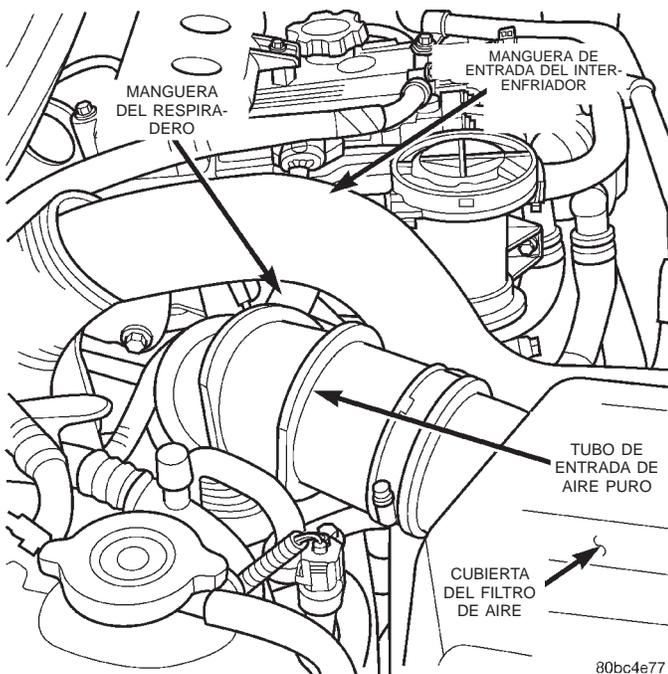

Fig. 18 Mangueras de admisión de aire
(1) Retire del turboalimentador la manguera de entrada del interenfriador (Fig. 18).
(2) Desconecte la manguera de respiradero del tubo de entrada de aire puro (Fig. 18).
(3) Abra el collarín de la cubierta del filtro de aire y retire el tubo de entrada del aire puro del turboalimentador (Fig. 18). Retire el conjunto del vehículo.